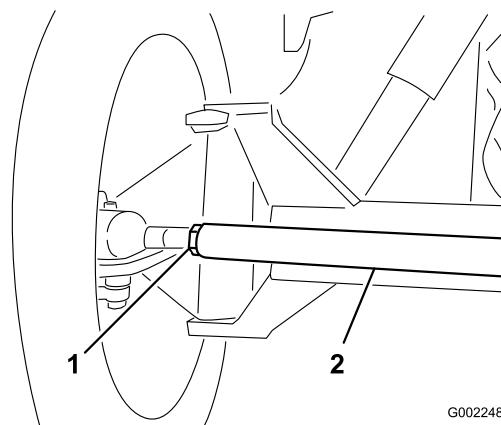

Figure 92
3. Si les mesures sont hors spécifications, desserrez les écrous de blocage aux deux extrémités de la biellette (Figure 92).